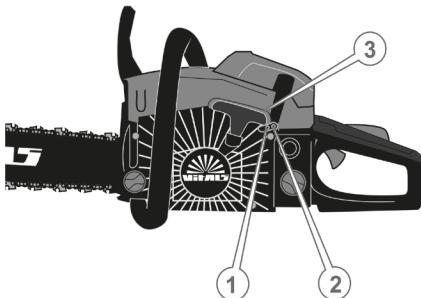

Рисунок 20. Схема регулювання карбюоратора.
6.7 Регулювання карбюратора (рис. 20).